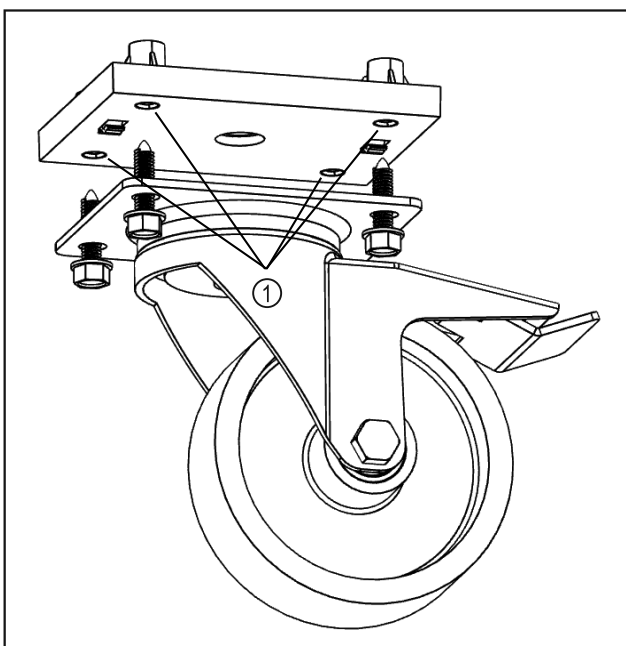

Fig. 9
- Optionale Räder an den angegebenen Stellen montieren. Fig. 9 (1)